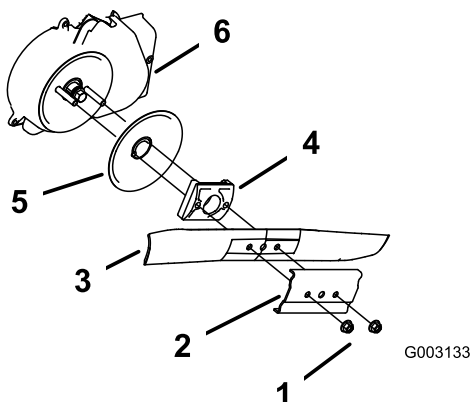

Bild 52
3. Entfernen Sie die beiden Messermuttern und die Verstärkung (Bild 52).
4. Nehmen Sie das Messer heraus (Bild 52).
5. Nehmen Sie den Messermitnehmer und die Scheibe heraus (Bild 52).
6. Entfernen Sie die Abdeckung der Feststellbremse (Bild 52).
10. Bauen Sie das zuvor ausgebaute Messer und die Verstärkung wieder ein (Bild 52).